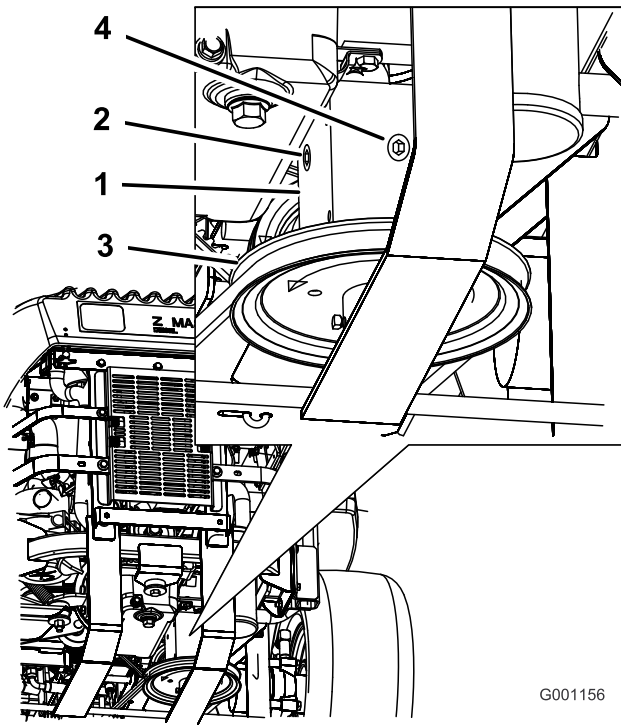

Bild 53
- Nehmen Sie die Prüfschraube an der Seite oder hinten am Getriebe ab (Bild 53).